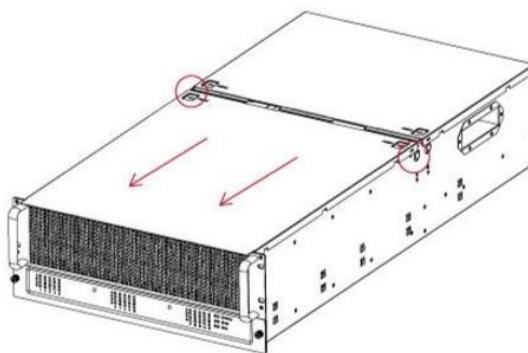

Рисунок 76 - Снять переднюю верхнюю крышку
- 3) Выдвинуть верхнюю крышку вперед, пока она не освободиться от защелки, затем извлечь ее из корпуса дискового массива (см. Рисунок 76).